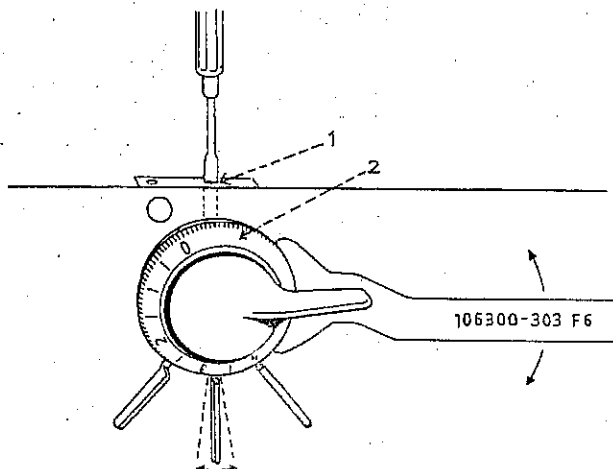

fig. 1
Bei Stichlage "Mitte" muß der Stichlagen-Einstellhebel senkrecht nach unten stehen (Fig. 1).
- Die Schraube 1 lösen (Fig. 1).